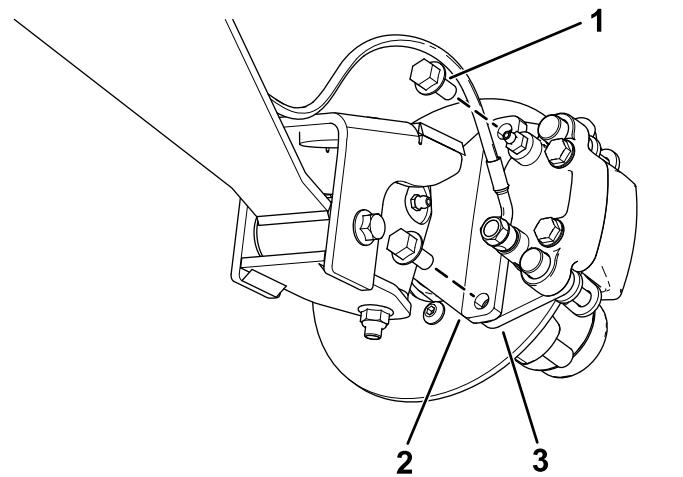
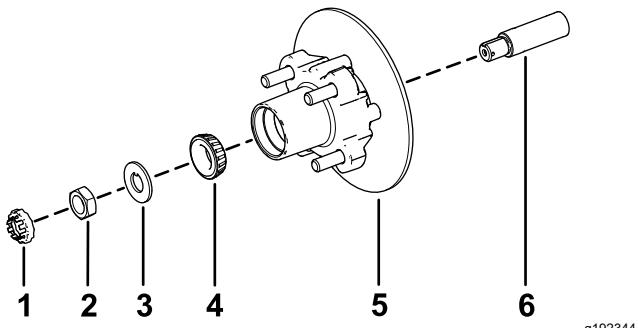

Bild 28
Bild 32
3. Entfernen Sie die Bundkopschrauben ($\frac{3}{8}$ " x $\frac{3}{4}"), mit denen die Halterung für die Bremse an der Spindel befestigt ist, und nehmen die Bremse von der Spindel ab (Bild 28).$
1. Fetten Sie die Spindel leicht mit der angegebenen Fettsorte ein (Bild 32).
2. Montieren Sie die Radnabe und den Drehzylinder an der Spindel mit dem Drehzylinder innen (Bild 32).
3. Montieren Sie das Außenlager an der Spindel und setzen das Lager auf den äußeren Lagerring (Bild 32).
4. Legen Sie die Nasenscheibe auf die Spindel (Bild 32).
5. Schrauben Sie die Spindelmutter auf die Spindel und ziehen Sie die Mutter auf ein Drehmoment von 15 N·m an, während Sie die Radnabe drehen um das Lager zu fixieren (Bild 32).
2. Fluchten Sie die Bremsbeläge mit jeder Seite des Drehzylinders (Bild 28) und die Löcher in der Bremsbackenhalterung mit den Löchern im Bremsenhalter des Spindelrahmens aus (Bild 32).
3. Befestigen Sie den Bremsbackenhalterung mit den beiden Bundkopfschrauben ($\frac{3}{8}$ " x $\frac{3}{4}$ ") am Spindelrahmen (Bild 28).